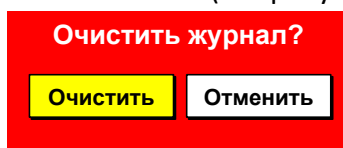

Рисунок 18 – Режим удаления результатов испытаний
4.6.2.7 В режиме просмотра результатов испытаний, при нажатии клавиши **«Режим»**, происходит переход в режим удаления результатов испытаний (см. рисунок 18).